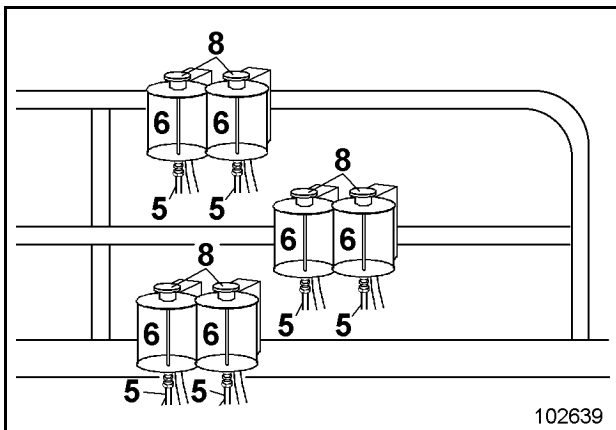
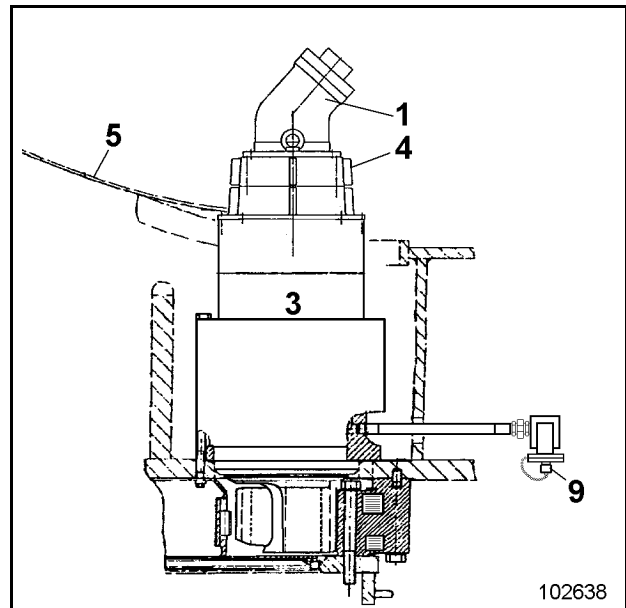

Fig. 3-107:
Fig. 3-108:
- ➔ Sichtprüfung an den Ausgleichbehältern (6, Fig. 3-107:). Die Ausgleichsbehälter müssen ca.  $\frac{1}{3}$  mit Getriebeöl gefüllt sein.
Schlauchleitung (5, Fig. 3-107: und Fig. 3-108:) verbindet Getriebe (3, Fig. 3-108:) mit Ausgleichbehälter (6, Fig. 3-107:).
- ➔ Schlauchleitung (8, Fig. 3-108:) am Ablassventil (7) anschließen und Öl vollständig ablassen. Abschrauben des Verschlußdeckels (8, Fig. 3-107:) erleichtert das Auslaufen des Altöls.